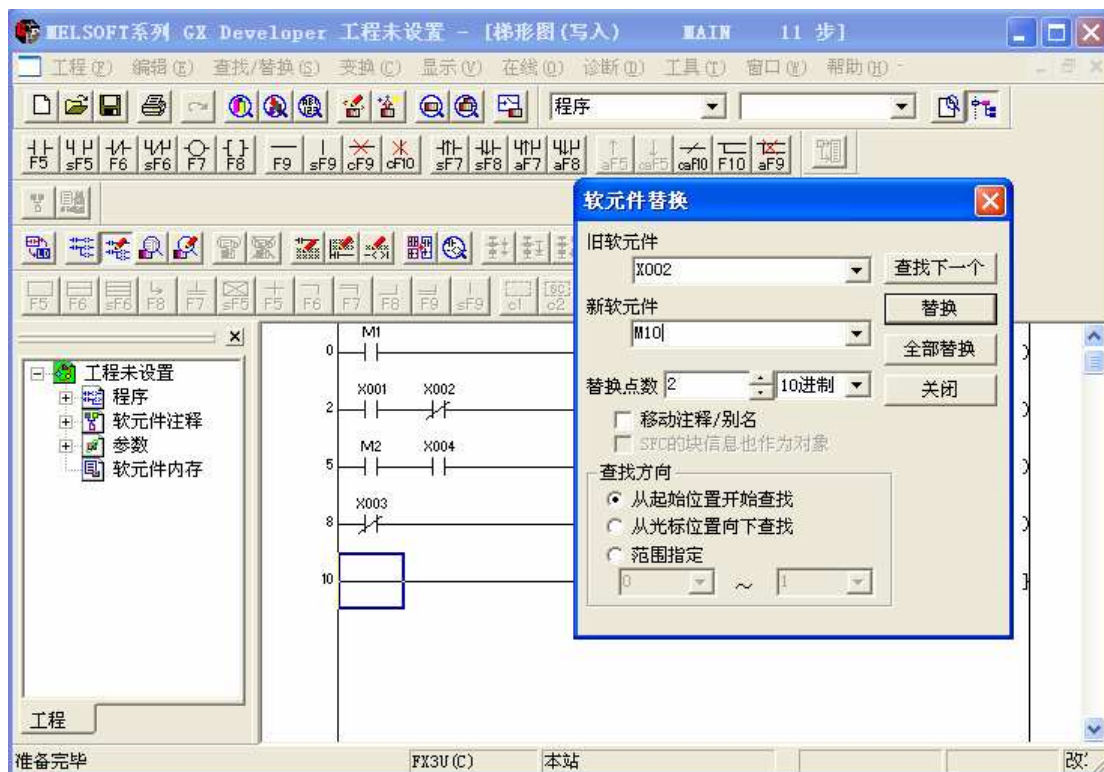

图 9 编程元件替换操作
- ① 选择查找/替换菜单中编程元件替换功能，并显示编程元件替换窗口，如图 9 所示。
- ② 在旧元件一栏中输入将被替换的元件名。
- ③ 在新元件一栏中输入新的元件名。
- ④ 根据需要可以对查找方向、替换点数、数据类型等进行设置。
- ⑤ 执行替换操作，可完成全部替换、逐个替换、选择替换。